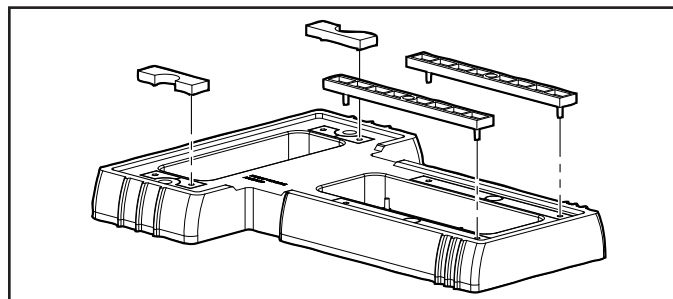

Figure 7. Enclencher les entretoises en place
3. Aligner les broches des quatre entretoises avec les trous de la base. Enclencher les entretoises en place (Fig. 7).